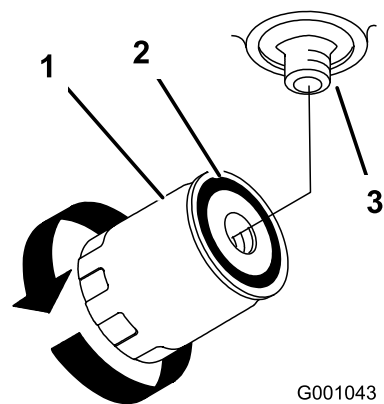

Figura 80
4. Spalmate uno strato sottile di fluido idraulico sulla guarnizione di gomma del filtro di ricambio (Figura 80).
7. Riempite il serbatoio con fluido idraulico finché questo non fuoriesce dal filtro, quindi girate il filtro in senso orario fin quando la guarnizione di gomma non tocca l'adattatore del filtro; a questo punto serrate il filtro girandolo di un altro mezzo giro (Figura 80).